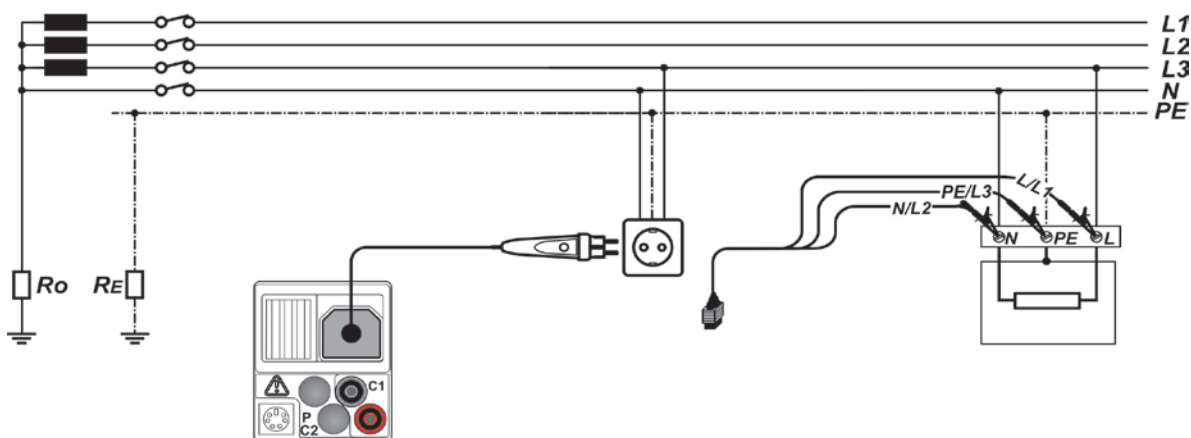

Рисунок 5.27: Подключение итпсельного щупа «plug commander» и 3-х проводного тестового кабеля
- **Подключите** измерительную проводку к тестируемому элементу (см. Рисунок 5.20: Подключение штепсельного щупа «plug commander» и 3-х проводного тестового кабеля и Рисунок 5.27: Подключение штепсельного щупа «plug commander» и 3-х проводного тестового кабеля).